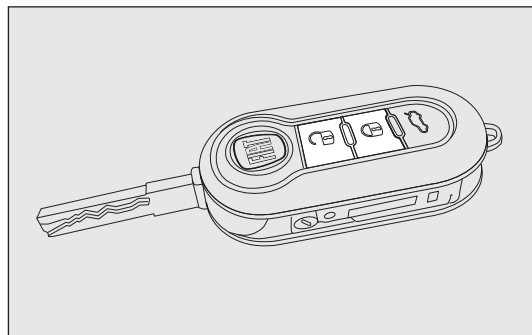
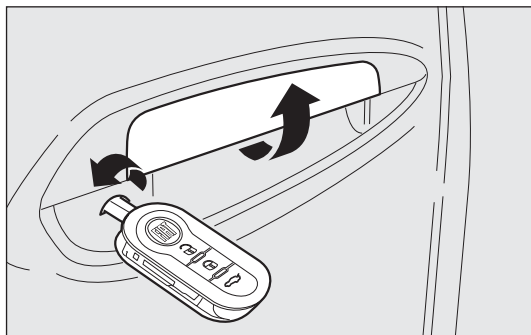
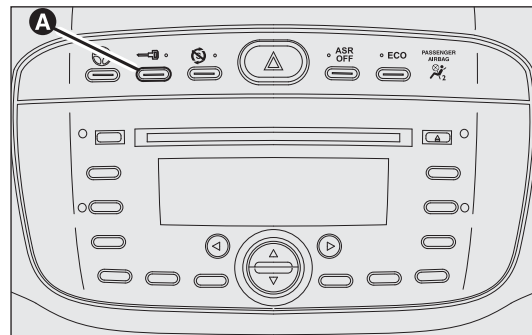

fig. 78
fig. 79
fig. 80
Con las puertas cerradas pulse el botón  del mando a distancia fig. 78 o introduzca y gire la pieza metálica en la cerradura de la puerta del conductor hacia la derecha fig. 79. El cierre de las puertas se indica mediante el encendido único del led en el botón A-fig. 80. Las puertas se bloquean únicamente si todas las puertas están cerradas. Si hay alguna puerta abierta después de pulsar el botón  del mando a distancia fig. 78, los intermitentes y el led del botón A-fig. 80 parpadean rápidamente durante aproximadamente 3 segundos.
En cambio, si una o más puertas están abiertas tras girar la pieza metálica de la llave, sólo el led del botón A-fig. 80 parpadea rápidamente durante aproximadamente 3 segundos. Con las puertas cerradas y el maletero abierto, las puertas se bloquean: los intermitentes (sólo bloqueándolas con el botón  fig. 78) y el led del botón A-fig. 80 parpadean rápidamente durante unos 3 segundos.
De todas formas, con la función activada es posible desbloquear las cerraduras de las demás puertas, pulsando el botón A-fig. 80 en la consola central.
Pulsando dos veces rápidamente el botón  del mando a distancia fig. 78 se activa el dispositivo dead lock (véase el apartado “Dispositivo dead lock”).
Pulse brevemente el botón  fig. 78 para desbloquear las puertas a distancia, se encienden las lámparas interiores (encendido temporizado) y los intermitentes parpadean dos veces, o bien, introduzca la pieza metálica en la cerradura de la puerta del lado conductor hacia la izquierda como se ilustra en la fig. 79.
Pulse el botón A-fig. 80 para bloquear/desbloquear todas las puertas. El botón tiene un led que indica el estado (puertas bloqueadas o desbloqueadas) del vehículo: Cuando las puertas están cerradas el led del botón está encendido y al pulsar el botón se abren en modo centralizado todas las puertas y se apaga el testigo. Cuando las puertas están abiertas el led está apagado y al pulsar el botón se cierran en modo centralizado todas las puertas. Las puertas de bloquean únicamente si todas las puertas están bien cerradas.
no será posible desbloquearlas mediante el botón A-fig. 80 situado entre los mandos del salpicadero.
- ☐ el botón A-fig. 80 de bloqueo/desbloqueo;
El dispositivo se activa automáticamente en todas las puertas pulsando dos veces rápidamente el botón  de la llave con mando a distancia fig. 78.
La activación del dispositivo se indica con 3 destellos de los intermitentes y el parpadeo del led del botón A-fig. 80 situado entre los mandos del salpicadero.